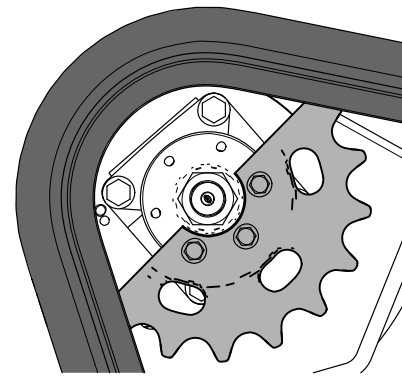

Figure 63
11. Poussez la commande de déplacement en avant jusqu'à ce que l'autre moitié du pignon soit dégagée de la chenille (Figure 63).